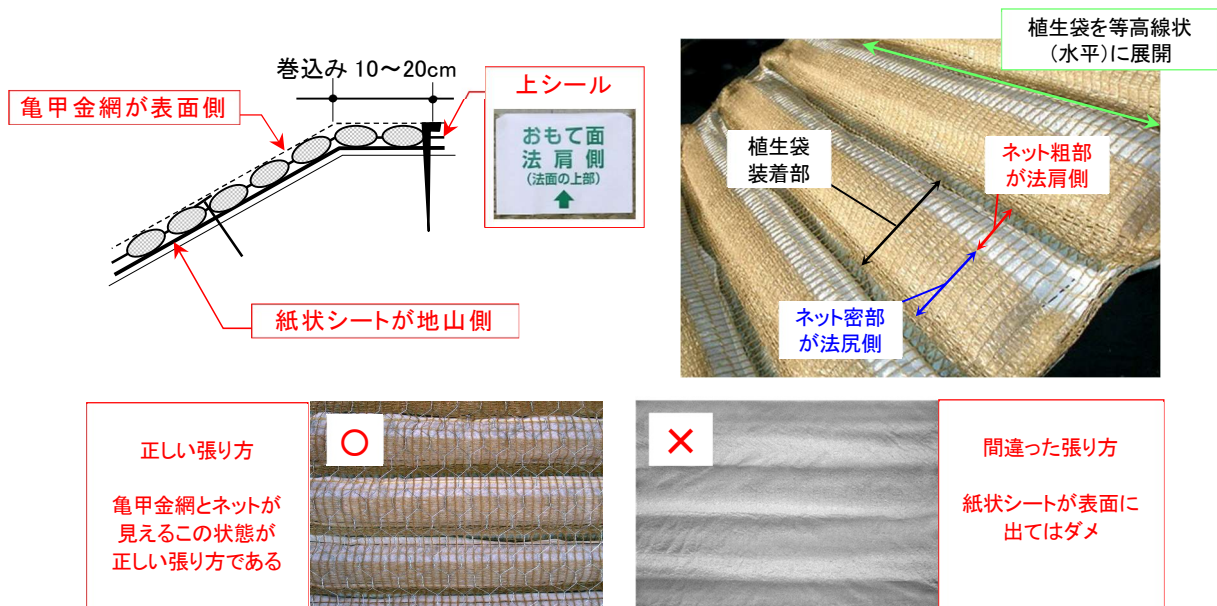

図1. マットの展開・施工方法
① マットの展開
- マットを製品に付けられたシール表示に従い、ネットがおもて面に、シール装着部が法肩側になるように展開する（この際、植生袋が必ず等高線状（水平）になるように展開する）。マットを法尻部でカットするなどしてシールがない場合には、植生袋装着部を観察し、必ずネット粗部が法肩側となるようにして設置を行う（図1参照）。